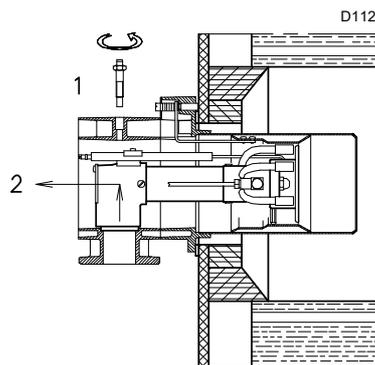

Fig. 15
- Togliere la vite 1) ed estrarre la parte interna 2)(Fig. 15).